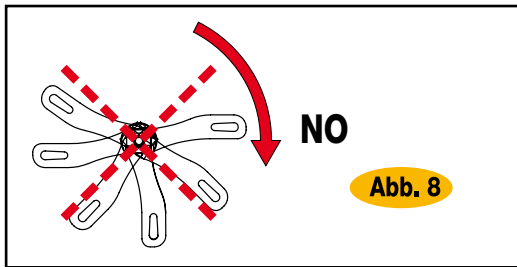

Abb. 8
- Den Hebel demzufolge nie als Mutter zum Schließen verwenden, was die Unversehrtheit und die Sicherheit des Schnellspanners beeinträchtigen würde (Abb.8).